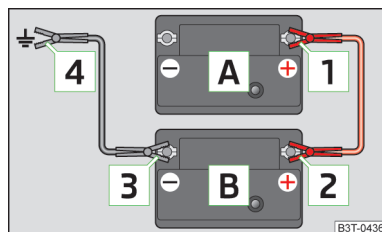

Fig. 174
- Fissare un'estremità **1** » **fig. 174** al polo positivo della batteria scarica **A**.
- Fissare un'estremità **3** » **fig. 174** al polo negativo della batteria che eroga corrente **B**.